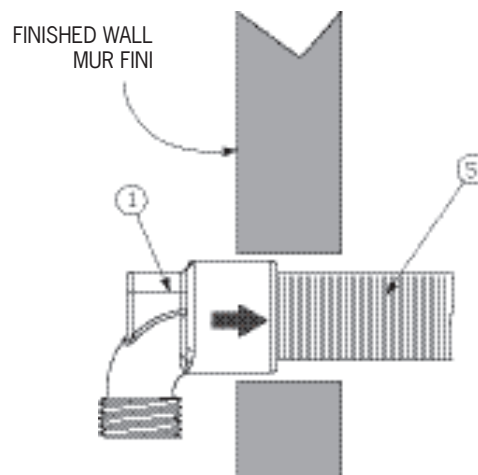

Fig.3
Apply teflon tape onto the threaded fitting (5) and then screw on the brass elbow (1). (See Fig.3).
Appliquer du ruban en teflon sur le raccord fileté (5) et ensuite visser le coude de laiton (1). (Voir Fig.3).